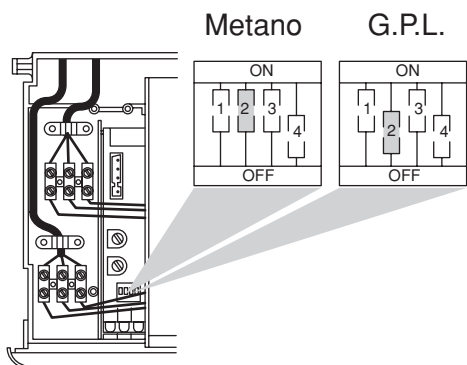

fig. 6
- 6) Rimuovere il coperchio copri morsettiera del pannello comandi e azionare il selettore di funzione n° 2 in relazione al gas previsto (fig.6).